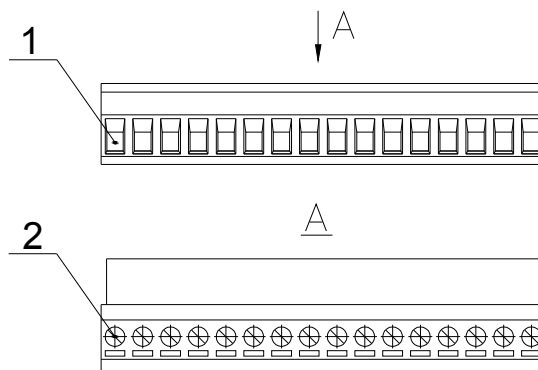

Рисунок 4 - Соединитель
5.2 Соединитель (рисунок 4) предназначен для подключения к каждому контакту одного проводника сечением от 0,35 до 2,5 мм².
6.4 Для подключения проводников к кабельной части соединителя необходимо отверткой соответствующего размера отвернуть винт 2 (рисунок 4). В открывшееся отверстие 1 ввести конец проводника и завернуть винт 2 до упора. Потянув проводник, проверить его крепление.